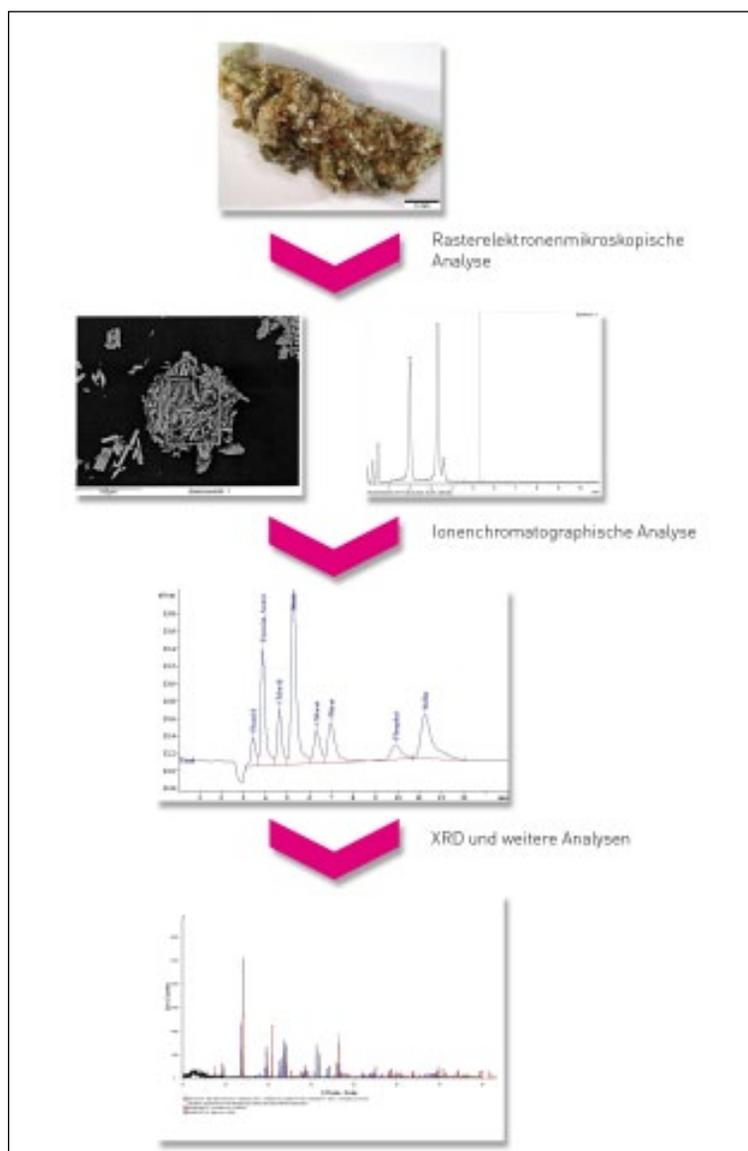

Abb. 2 Darstellung der Analysenergebnisse von mit Düngemitteln verschnittenem Marihuana
Die Analysen der Rauchkondensate sowie der Drogenzubereitungen selbst erfolgten gaschromatografisch bzw. mittels HPLC-TOFMS. Verschnittenes Marihuana wurde zusätzlich mittels Rasterelektronenmikroskopie / energiedispersiver Röntgenspektrometrie (REM/EDX), Ionenchromatografie (IC) und Röntgenbeugung (XRD) untersucht (Abb. 2).
Vielen Cannabiskonsumenten ist bereits verschnittenes Marihuana aufgefallen und auch das LKA NRW erhält gelegentlich solches Material zur Untersuchung. Falls die Droge dabei äußerlich unauffällig erschien, wurden dennoch sporadisch mithilfe chromatografischer Verfahren, REM/EDX oder XRD Verschnittstoffe nachgewiesen. In den letzten Jahren wurde gelegentlich auch Marihuana sichergestellt, das mit Düngemittel verschnitten wurde (Abb. 2+3).
Fluorid, Chlorid und Sulfat befanden. Laut REM/EDX (siehe Abb. 2) und IC fungierte Kalium als Gegenion. Die genaue Düngemittelzusammensetzung (Kaliumdihydrogenphosphat/Kaliumnitrat) wurde mittels XRD (Abb. 2) bestätigt. Zusammen mit den errechneten Kaliummengen ergab sich daraus, dass die Probe mit insgesamt ca. 160g Düngemittel dotiert war. Somit musste das Düngemittel als Verschnitt vorsätzlich, z.B. bei der Aufzucht, auf die Pflanzen aufgebracht worden sein.